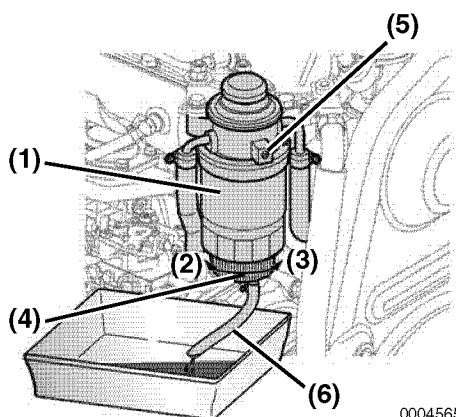

Abbildung 11
3. Einen Schlauch (**Abbildung 11, (6)**) an der Ablass-Schraube (**Abbildung 11, (4)**) befestigen.
4. Die Ablass-Schraube (**Abbildung 11, (4)**) am Boden des Kraftstofffilters / Wasserabscheiders entgegen dem Uhrzeigersinn lockern und das gesamte Wasser und die Ablagerungen ablassen.